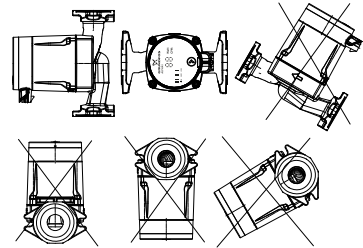

Fig. 2 Positions d'installation
- Installer la pompe avec l'arbre du moteur à l'horizontale. See fig. 2.